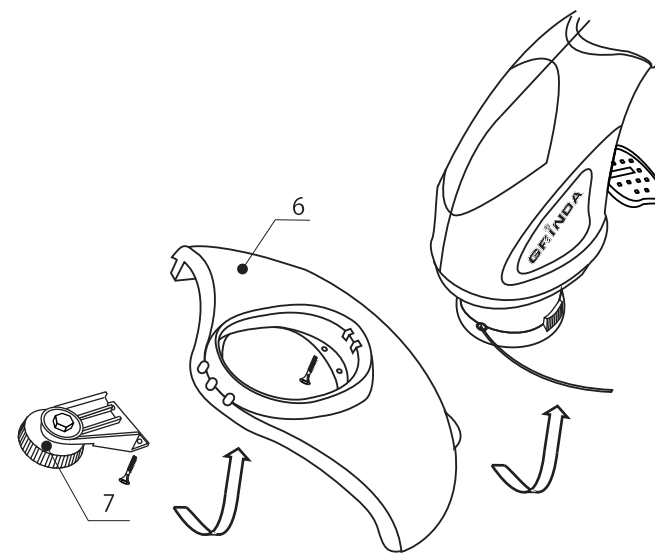

Рисунок 2
4.2 Порядок установки кожуха и дополнительного упорного колеса смотрите на рис. 2.